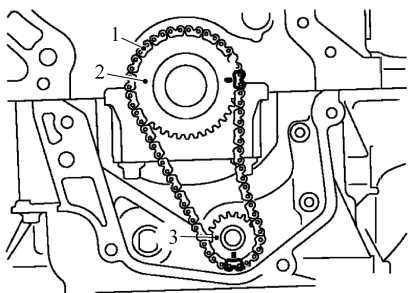

图 3-58 安装平衡轴正时链条
3) 安装曲轴链轮 2、平衡单元链轮 3 和平衡单元正时链条 1, 如图 3-58 所示。
① 安装时对齐各链轮和平衡单元正时链条上的匹配标记。
② 如果这些匹配标记没有对齐, 则略微转动平衡轴以修正位置。